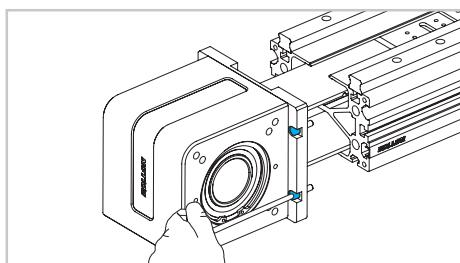

Fig. 15
- 16) Separare la testata motrice dal profilo svitando le 4 viti (Fig. 15).